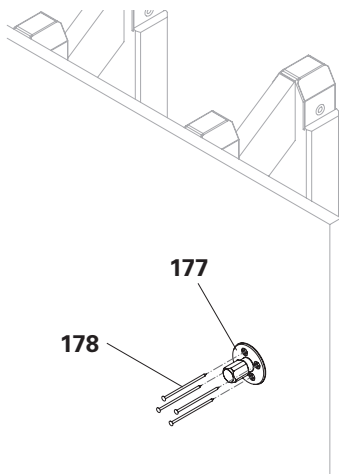

Fig. A3.22
1. Fissare la piastrina di predisposizione con vite M30 (**177**) nella posizione contrassegnata con chiodi 3 x 80 (**178**). (Fig. A3.22)